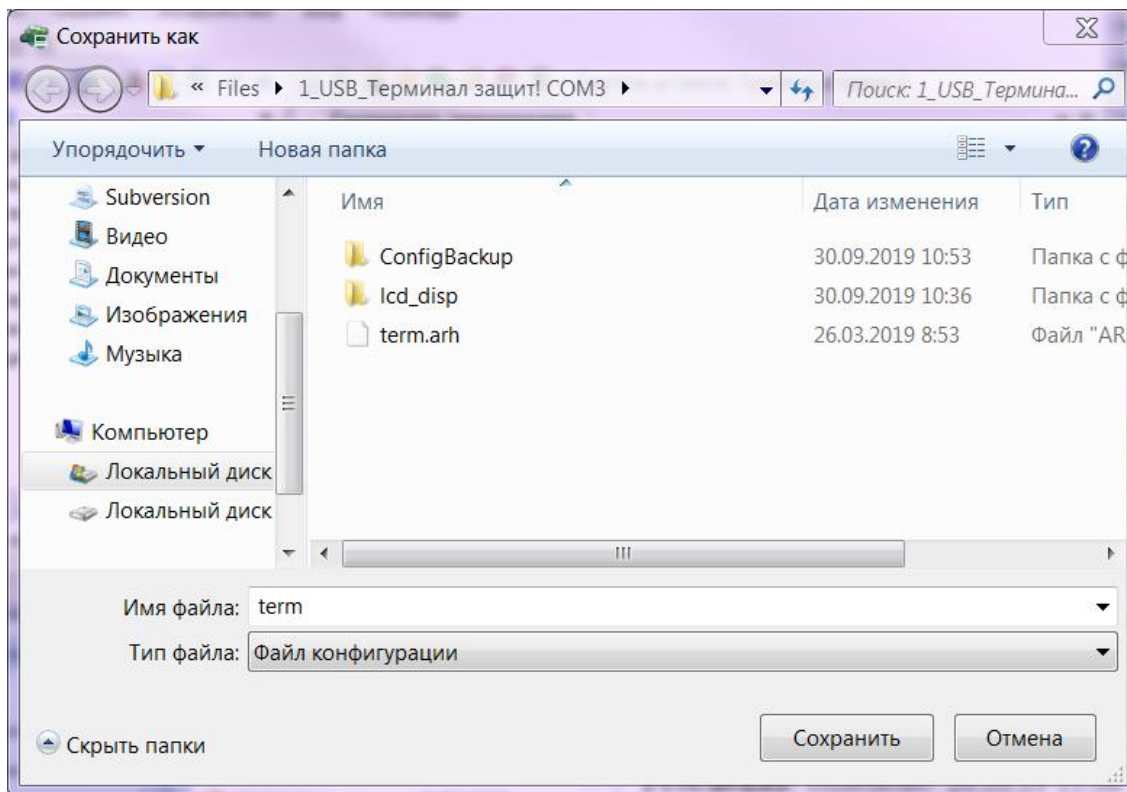

Рисунок 4.4
4.1.3.2 В открывшемся окне **Сохранить как** выбрать место для сохранения файла конфигурации на локальном жестком диске компьютера и нажать на кнопку **Сохранить** (файл конфигурации имеет расширение *.arh) (см. рисунок 4.4).